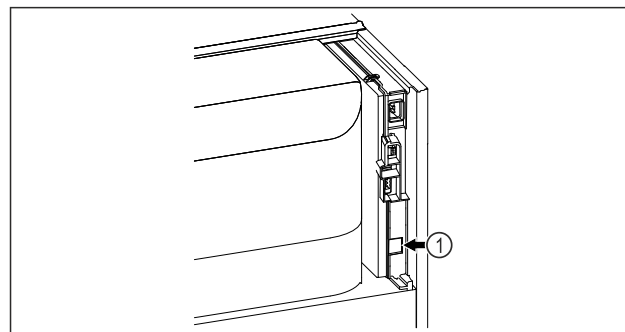

Fig. 168
- Le SmartModule Fig. 168 (1) est installé.